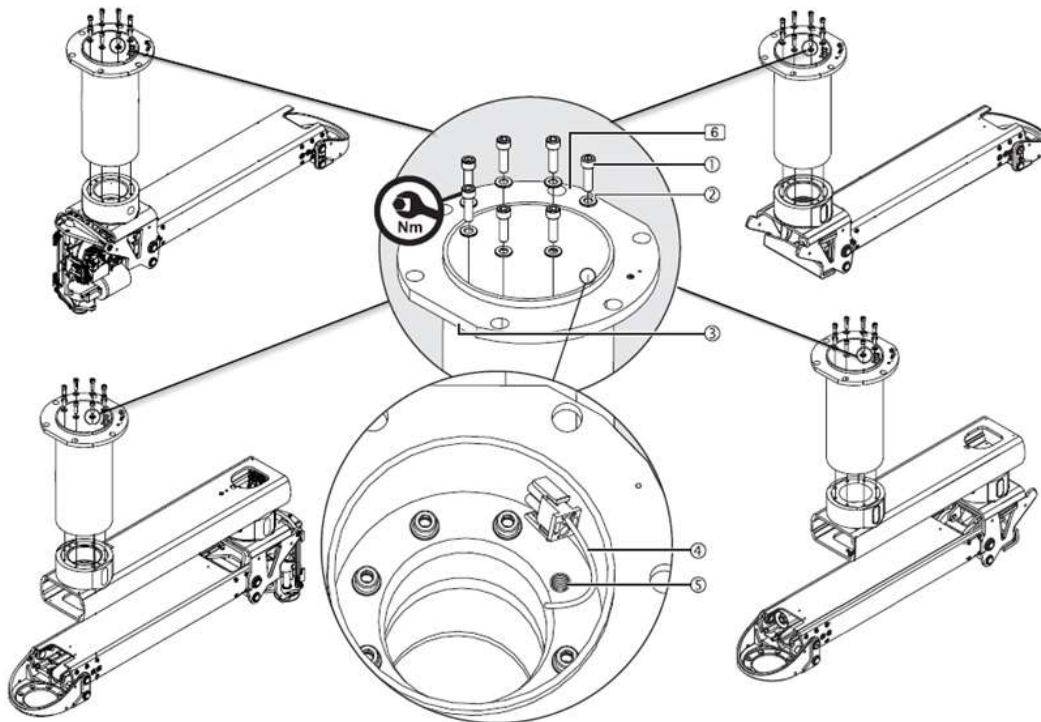

Abb.29 Montage des Deckenrohrs
Abbildung 29 zeigt das Dachrohr 6 mit 7 Zylinderschrauben M10 x 25 mm ① – 8.8 – DIN EN ISO 4762 als Beispiel.